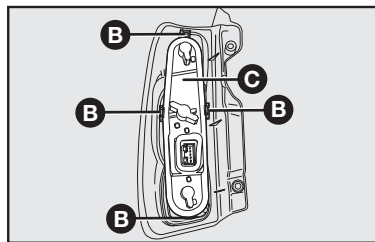

fig. 19
2) remover o porta-lâmpadas **C-fig. 19**, atuando nas travas **B-fig. 19**.